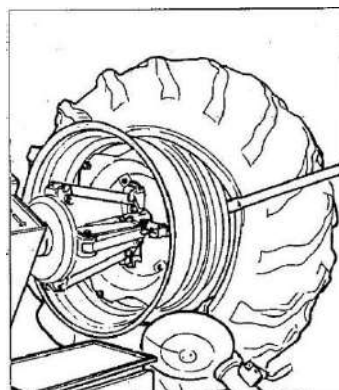

Рисунок 25
- 13) Вставьте монтажку между ободом и бортом, справа от инструмента (см. Рисунок 25).